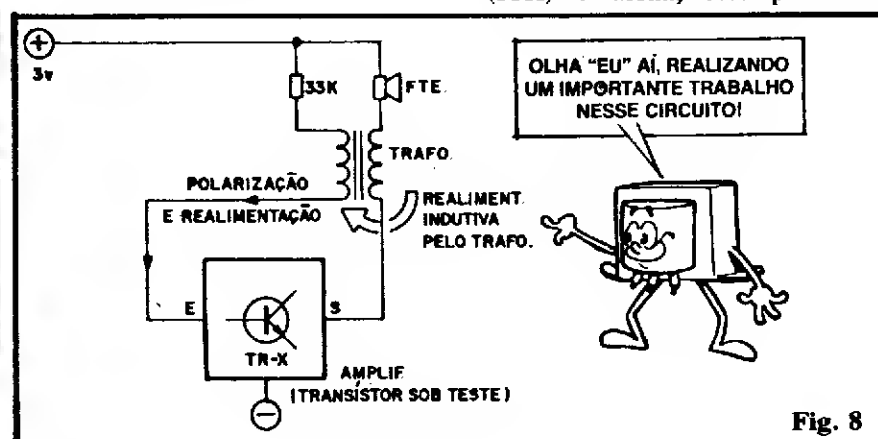

Fig. 8
- FIG. 8 - O transistor TR-X executa função amplificadora simples, polarizado pelo resistor de 33K. Sua saída (ponto S) excita ou energiza diretamente um pequeno alto-falante, em série com o enrolamento primário do transformador. Pelo fenômeno da indução eletro-magnética (ver "Aula" nº 4), assim que o circuito é acionado, e a corrente se estabelece (fornecida pelo transistor) no tal primário do transformador, um pulso de energia, com sentido "inverso", é gerado no enrolamento secundário do transformador. Observem que este enrolamento encontra-se no circuito de BASE do transistor, em série com o próprio resistor de polarização (33K) e assim, esse pulso de